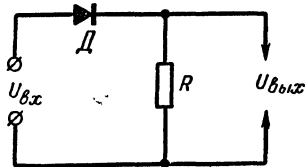
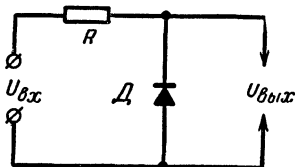

Рис. 53. Ограничитель. На выход проходит только положительная часть поступающего на вход напряжения.
Рис. 54. Ограничитель с параллельно включенным диодом, замыкающим накоротко цепь для отрицательной части входного напряжения.
Л. — Мы начнем с ограничения сигнала сверху, так как этот практический метод позволяет уравнивать величину сигналов с различной амплитудой. Такую задачу можно успешно решить путем использования простого диода. Как ты видишь, изображенная на рис. 53 схема пропустит на выход только положительную часть входного сигнала $U_{вх}$.
Л. — Тогда схема будет срезать положительные части сигнала, и на выход будут поступать только отрицательные части входного сигнала $U_{вх}$. А теперь я покажу тебе другой амплитудный ограничитель. По своим характеристикам он уступает уже описанному, но иногда его все же приходится использовать; схема этого ограничителя приведена на рис. 54. Ты легко поймешь, как он работает. Во время положительных полупериодов входного сигнала $U_{вх}$ диод D заперт и напряжение $U_{вх}$ поступает на выход (через резистор R). Во время отрицательных полупериодов сигнала $U_{вх}$ диод D открыт и играет роль короткозамыкателя — напряжения на выходе нет. В принципе резистор R и диод D работают как делитель напряжения, один элемент которого (D) мо-
Л. — Сейчас ты это увидишь. В схеме на рис. 53 во время положительных полупериодов сигнала $U_{вх}$ (а меня интересуют только эти полупериоды, потому что отрицательные срезаются) источник $U_{вх}$ подключается практически непосредственно на выход, так как ток проходит по диоду D , обладающему малым сопротивлением. А в схеме на рис. 54 во время положительных полупериодов сигнала $U_{вх}$ между входом и выходом находится резистор R . Все происходит так, как если бы увеличилось внутреннее сопротивление источника $U_{вх}$, а я тебе уже объяснил, насколько вредно повышение внутреннего сопротивления источника — оно может исказить форму сигналов.